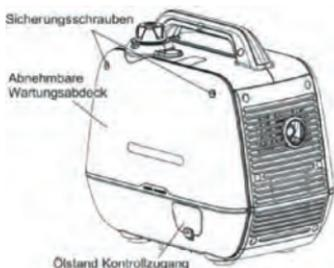

Fig. 15A
1. Lösen Sie die Schrauben der Abdeckung und entfernen Sie die Wartungsabdeckung. (Fig.15A)